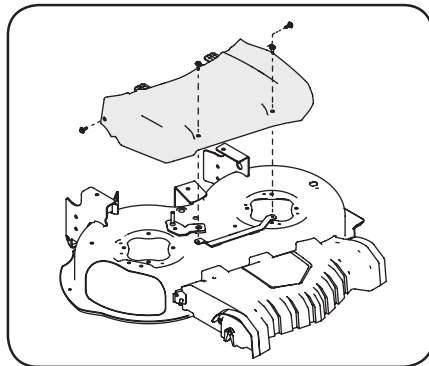

Figura 4-7
- Coloque un bloque de madera entre el deflector del alojamiento central de la plataforma y la cuchilla de corte para evitar que la cuchilla gire cuando se afloje la tuerca de brida hexagonal de la cuchilla. Vea la Figura 4-7.